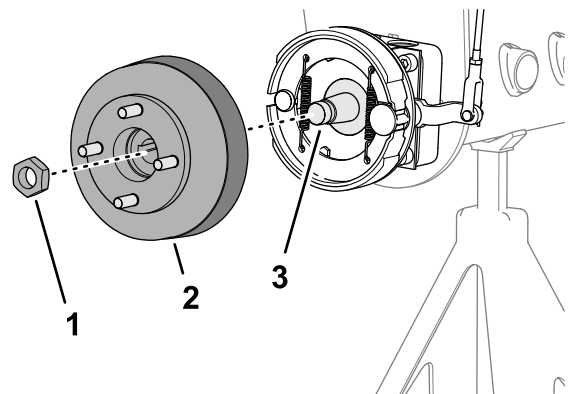
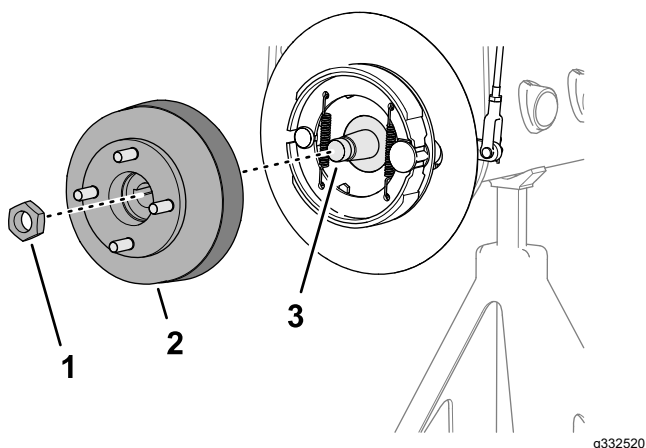

Figure 86
Figure 87
3. Montez le moyeu de roue et le tambour de frein sur l'arbre du moteur de roue (Figure 86 ou Figure 87).
4. Fixez le moyeu de roue sur l'arbre avec le contre-écrou (Figure 86 ou Figure 87), et serrez à la main.